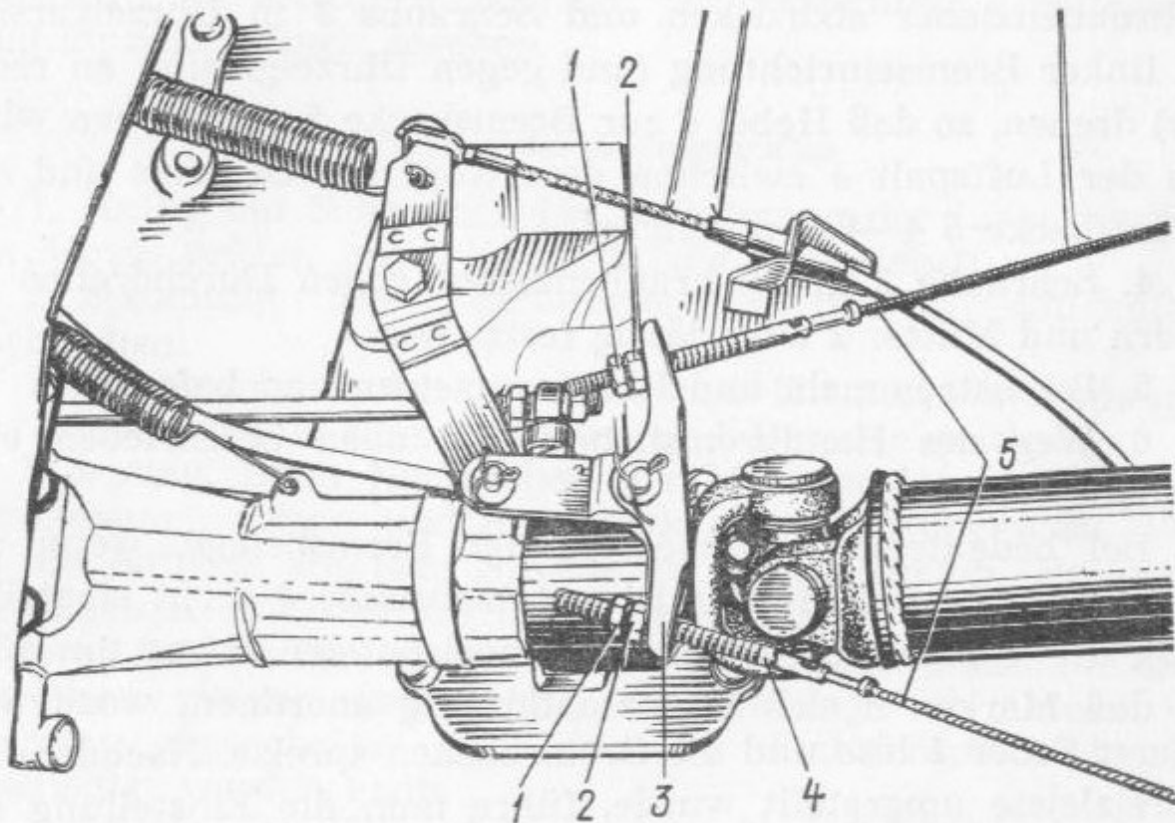

Bild 86. Einstellvorrichtung der Handbremsbetätigung :
Dazu ist der Weg des Handbremshebels vorläufig einzustellen, indem Gegenmutter 1 (Bild 86) gelockert und durch Drehung der Einstellmutter 2 erzielt wird, daß beim Anziehen des Handbremshebels dieser sich um 6—8 Zähne des Zahnsegments verstellt. Beim Einstellen achte man darauf, daß Ausgleicher 3 der Spannung der Seilzüge sich senkrecht zur Längsachse des Wagens anordnet. Bei befreitem (bis zum Anschlag) Handbremshebel sollen die Hinterräder frei umlaufen.
1. Spannung der hinteren Seilzüge völlig lockern, indem Gegenmuttern 1 (Bild 86) und Einstellmuttern 2 auf die Enden der Endstücke 4 der Seilzüge abgeschraubt werden.